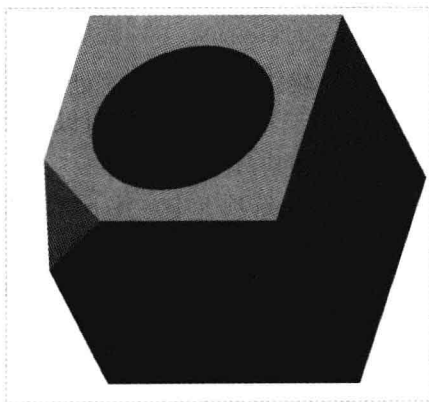

图 6-58 创建拐角倒角特征
Step 04 单击“应用并保存在工具中所做的所有更改，然后关闭工具操控板”按钮 ，即可完成拐角倒角特征的创建，效果如图 6-58 所示。